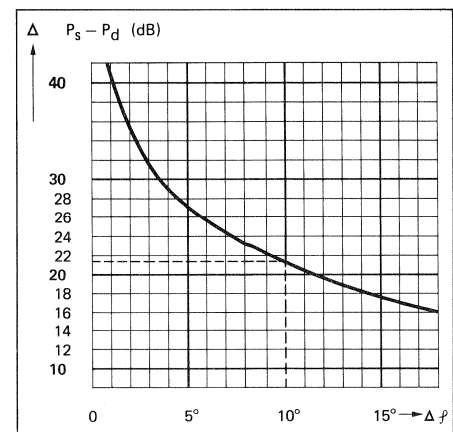

Fig. 5.35
8. Für die Ermittlung des Phasenwinkels gemäss Fig. 5.35 ist die Pegeldifferenz  $P_s - P_d$  zu bilden. Die vorhandene Phasenwinkel-differenz kann aus dieser Kurve herausgelesen werden.
8. To determine the phase angle according to Fig. 5.35, the level difference  $P_s - P_d$  is to be formed. The residual phase displacement angle can be read from the curve.